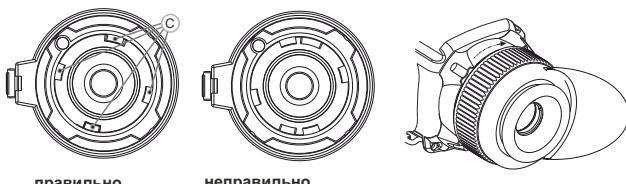

Рис. 8
- Для установки окуляра на монокуляр убедитесь в том, что верхние выступы (C) окуляра совмещены с нижними выступами желтого цвета, (рис. 8).
- Вставьте окуляр в корпус прибора и поверните стопорное кольцо (5) окуляра по часовой стрелке.